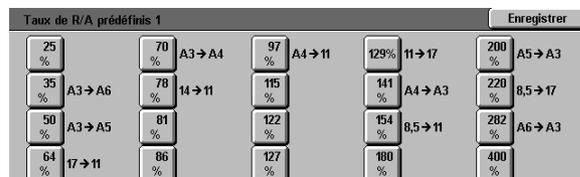

Figure 57 : Exemple d'écran Taux de R/A prédéfini
- 1 A partir de l'écran Outils, appuyez sur la touche **Modification du code d'accès aux outils** pour afficher l'écran correspondant (figure 57).